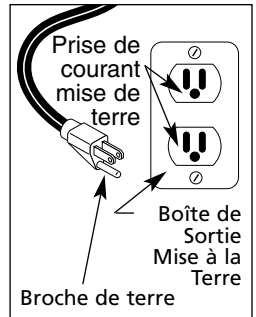

Figure 2
3. Utiliser ce produit sur un circuit nominal de 120-volt qui a une fiche de terre qui ressemble la fiche dans la figure 2. S'assurer que le produit soit branché dans une prise ayant la même configuration que la fiche. Ne pas utiliser d'adaptateurs avec ce produit.